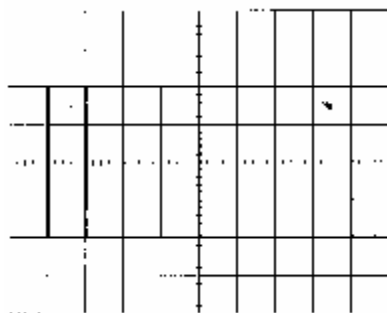

图 4-3
- 转动 INTEN^②及 FOCUS^③钮，以调整出适当的轨迹亮度及聚焦。
- ✎ 调 CH1 POSITION 钮^⑪及 TRACE ROTATION^④，使轨迹与中央水平刻度线平行。
- 将探棒连接至 CH1 输入端^⑨，并将探棒接上 2V_{p-p} 校准信号端子^①。
- 将 AC-GND-DC^⑩置于 AC 位置，此时，CRT 上会显示如图 4-3 的波形。
- ’ 调整 FOCUS^③钮，使轨迹更清晰。
- ’ 欲观察细微部份，可调整 VOLTS/DIV^⑧及 TIME/DIV^⑲钮，以显示更清晰的波形。
- “ 调整 V POSITION^⑪及 3 POSITION 4^⑳钮，以使波形与刻度线齐平，并使电压值(V_{p-p})及周期(T)易于读取。